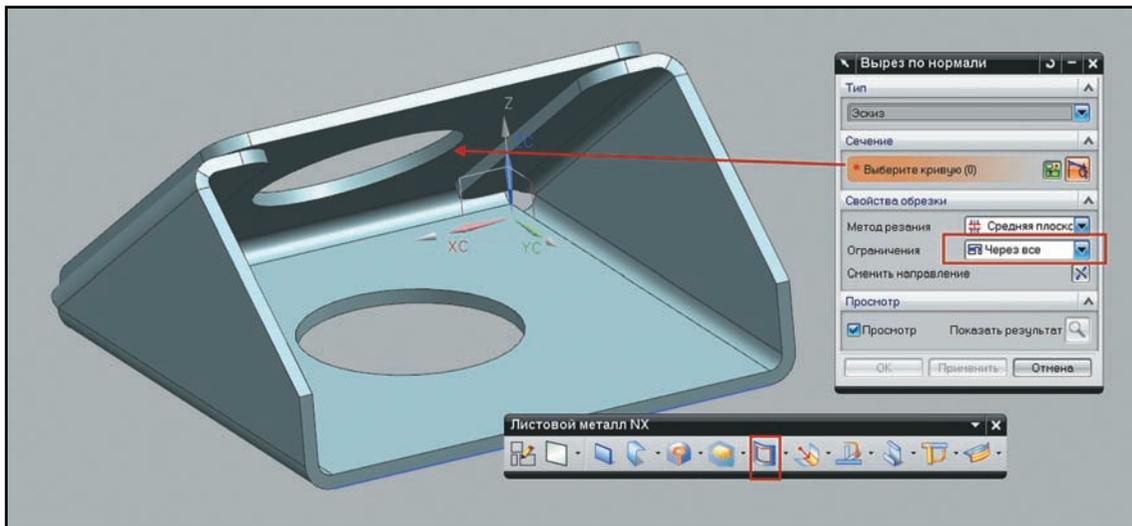

Рисунок 5.22. Вырез по нормали
- Будет построен вырез в двух гранях модели, но в этот раз в обеих стенках он будет сделан строго по нормали, несмотря на то что само, создающее вырез, подходит под углом ко второй стенке (рис. 5.22).